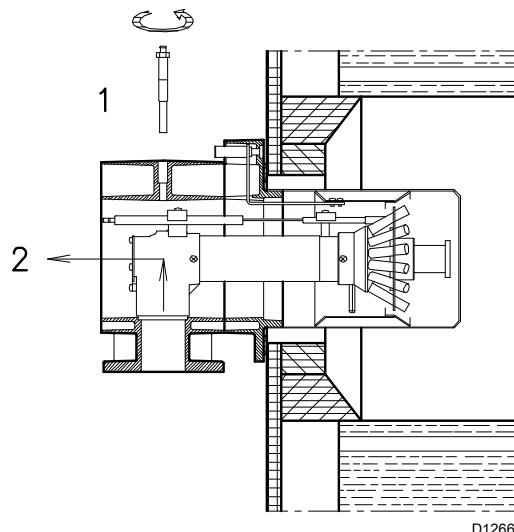

图 13
为了对燃烧头内部（图 13）进行操作，请按如下步骤操作：
- 拆下螺丝 1)( 图 13)；
- 取出燃烧头内的部件 2)( 图 13)，在对他们进行校准。